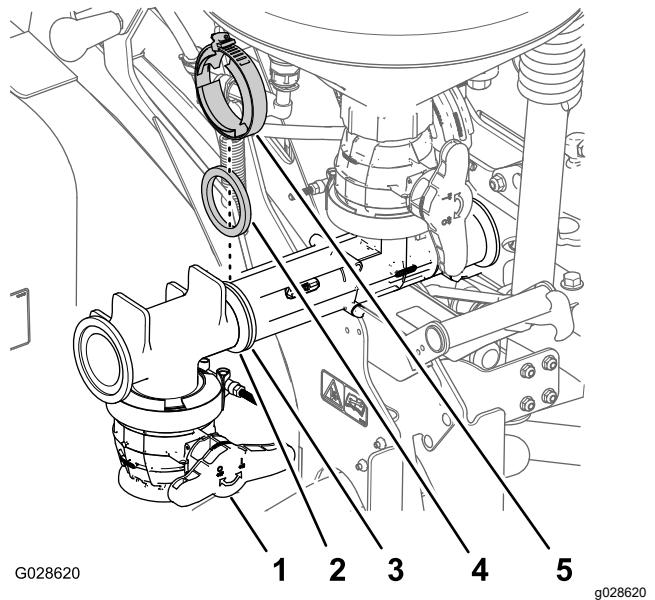

图 14
1. 将上 T 形接头的凸缘与清洁加药器的前凸缘对齐 图 14。
2. 用垫片和法兰夹具固定清洁加药器的 T 形接头 图 14。